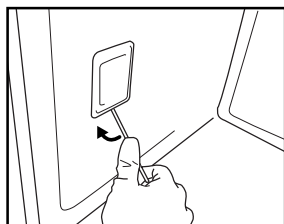

Fig. 7
3. Duw het beschermkapje met een platte schroevendraaier naar buiten en verwijder het (fig. 7).